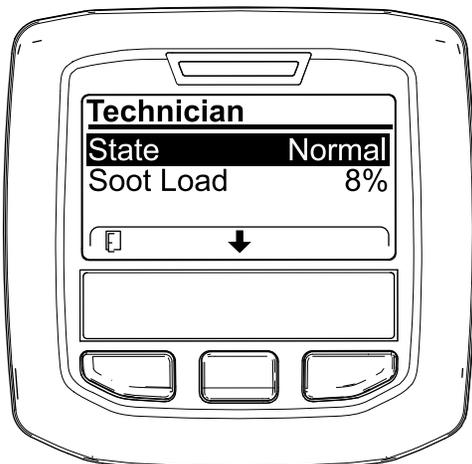

Рисунок 35
- Используйте рабочую таблицу по фильтру DPF, чтобы понять текущее состояние работы DPF (Рисунок 35).